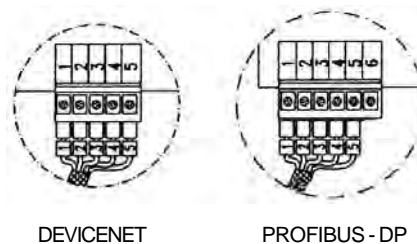

Рис. 8.38 - Подсоединение платы Fieldbus
6. Подсоедините другой конец кабеля к плате Fieldbus, как показано на рис. 8.38.